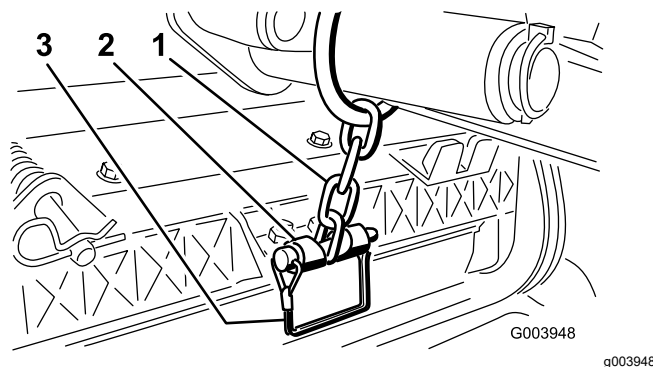

Figura 12
14. Prenda a corrente do braço de elevação ao suporte da corrente com o pino de encaixe (Figura 12).